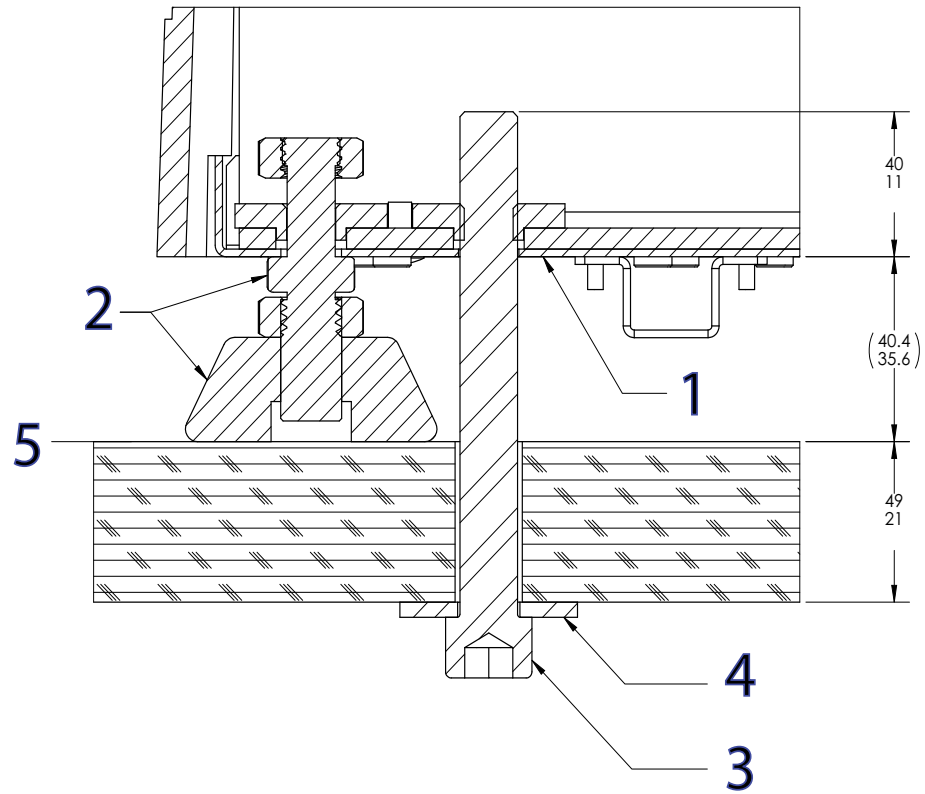

Abbildung 13. Secure the frame to the table
Legende für Abbildung 13
3. Montieren Sie jede Schraube und die Unterlegscheibe in Übergröße wie in Abbildung 13 auf Seite 64 dargestellt.